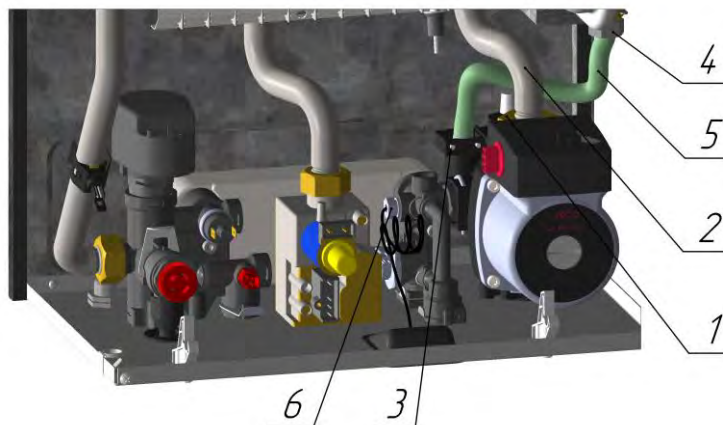
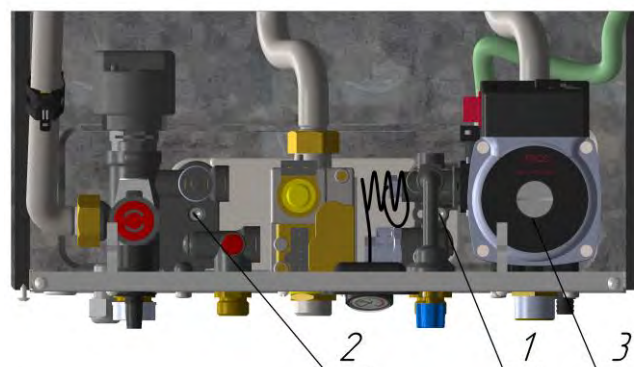

Рис. 13 Демонтаж гидроблока
Рис. 14 Демонтаж гидроблока
- ключом на 38 отвернуть гайку (1) и отвести в сторону трубу выхода КО (2), см. рисунок 13;
- отсоединить трубку бака (5), вытащив скобу крепления (3);
- ключом на 14 выкрутить штуцер манометра (6);
- отвернуть винт (1) и ослабить винт (2) крепления вторичного теплообменника, см. рисунок 14;
- извлечь гидроблок (3) вместе с насосом, потянув его с небольшим усилием вверх и вправо.